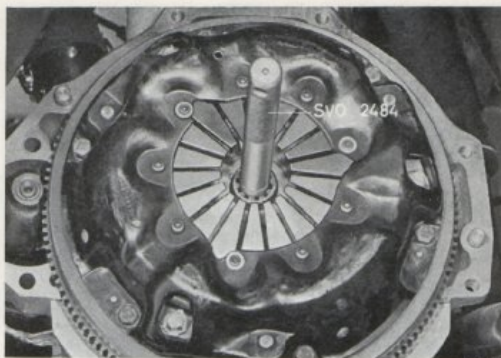

Bild 31. Montering av koppling
1. Placera lamellen (3 plansch B) (högsta sidan av navet vändes bakåt) tillsammans med kopplingen mot svänghjulet samt sätt i centreringdornen SVO 2484 så att styrtappen på denna når in i styrlagret i svänghjulet, se bild 31.
3. Montera urkopplingsgaffeln (10) i svänghjulsåpan (1).
5. Skjut in vajerhöljet i konsolen och sätt på bakre muttern (8). Haka fast vajern i urkopplingsgaffeln. Montera urkopplingslagret.